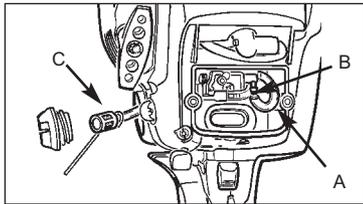

рис. 15
- Подсоедините топливный шланг (A) к штуцеру карбюратора (B). Верните на место воздушный фильтр и крышку воздушной камеры (рис. 15).